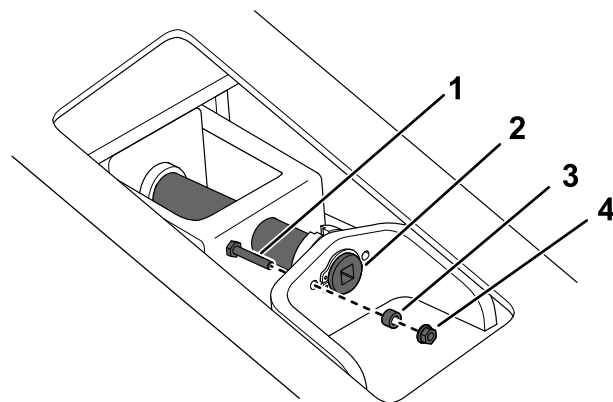
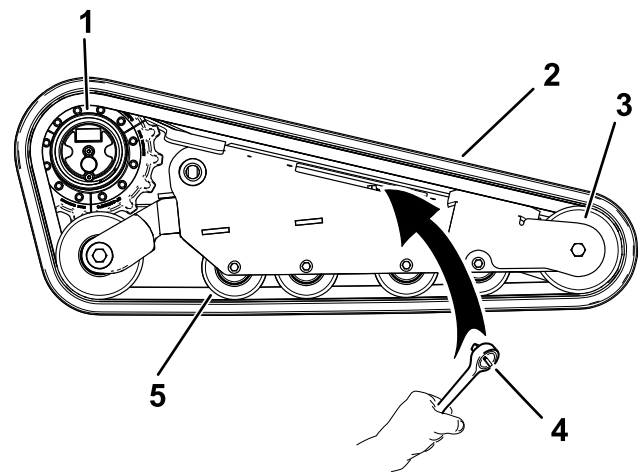

Figura 72
Figura 74
- 6. Retire el perno de bloqueo, el espaciador y la tuerca (Figura 72).
- 8. Alinee la muesca más próxima del tornillo tensor con el taladro del perno de bloqueo, y fije el tornillo con el perno de bloqueo y la tuerca (Figura 72).
6. Retire el perno de bloqueo, el espaciador y la tuerca (Figura 72).
7. Usando una llave de carraca de 1/2", alivie la tensión en la oruga girando el tornillo tensor en sentido horario (Figura 72 y Figura 74).
1. Pase la oruga nueva alrededor de la rueda delantera (Figura 74).
2. Empuje la oruga por debajo de y entre las ruedas de rodaje y colóquela alrededor de la rueda tensora trasera (Figura 74).